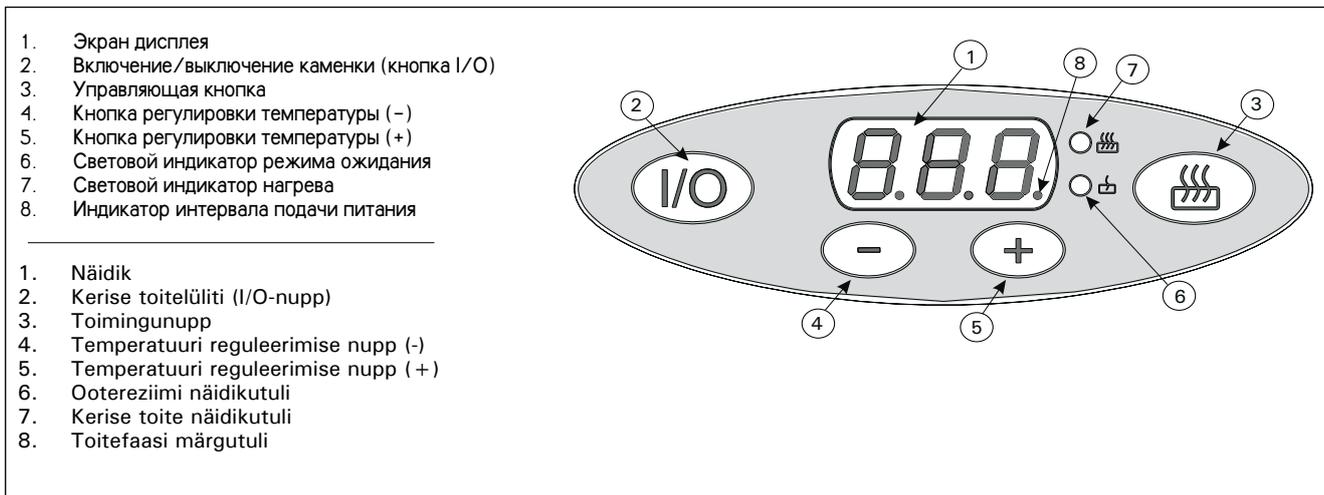

Рис. 2. Блоки управления каменкой
Когда каменка включается на полную мощность (HI) с помощью кнопки управления, температура каменки устанавливается на уровне 300 °C. Это значение температуры нельзя задать с помощью кнопок регулировки температуры 4 и 5 (рис. 2). Если крышка каменки закрыта, когда каменка работает на полную мощность, то заданная температура в пространстве для камней (300 °C) достигается быстрее.
Чтобы включить каменку, нажмите кнопку **I/O**. При подключении питания к нагревательным элементам на дисплей выводится сообщение LO (питание в режиме ожидания), за которым следует число, обозначающее текущую температуру пространства для камней (например, 24). Кроме того, горит лампа индикатора (рис. 2). Температуру в пространстве для камней можно задать с помощью кнопки + (5, рис. 2); максимальное значение — 280 градусов по Цельсию. Кнопка «минус» (4, рис. 2) используется для снижения слишком высокой заданной температуры (мин. 220 °C).
Потребление каменкой электрической энергии можно отслеживать с помощью индикатора 8 (рис. 2). См. раздел «Дисплей».
Чтобы включить режим полной мощности, нажмите один раз управляющую кнопку 3 (рис. 2). На дисплее 1 (рис. 2) показывается, что используется состояние HI (= режим полной мощности). Через некоторое время на дисплее появится текущее значение температуры в пространстве для камней. В состоянии HI температура в пространстве для камней растет до заданного значения 300 °C.
Режим полной мощности включается только на один час, после чего каменка автоматически переключается в состояние LO: при этом загорается индикатор 6 (рис. 2). После первоначального прогрева необходимо закрыть крышку каменки и заслонку циркуляции воздуха. Если из пространства для камней исходит запах, крышку и заслонку можно оставить открытыми на некоторое время при работе каменки в режиме полной мощности (HI).
Когда крышка каменки 1 (рис. 1) и заслонка циркуляции воздуха 4 (рис. 1) открыты, поток воздуха, проходящий через горячие камни (около 300 градусов по Цельсию) и нагревательные элементы, начинает прогревать помещение. Чтобы компенсировать потери тепловой энергии, полученной камнями в режиме ожидания, за счет охлаждающего эффекта потоков воздуха и воды, выплескиваемой на камни, каменку во время принятия сауны следует перевести в режим полной мощности с помощью кнопки 3 (рис. 2). На дисплее некоторое время будут показываться буквы HI, указывающие на то, что используется режим полной мощности а индикатор 7 горит (рис. 2).